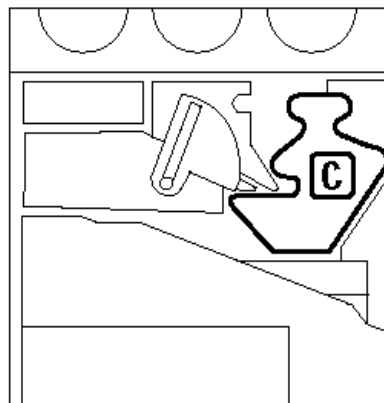

Figura 15: Localizar o velho Recipiente de revelador usado
- 3 Localize o Recipiente de revelador usado (área C na Figura 15).